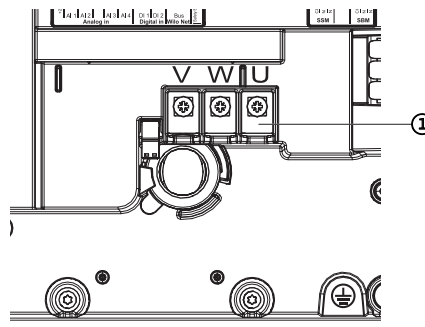

Fig. 115: Bornes de conexión del motor V, W, U
5. Suelte el cable de conexión del motor (Fig. 115).